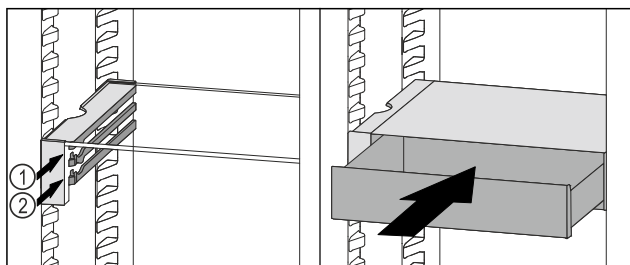

Fig. 105
- ▶ Установите выдвижной ящик VarioSafe за стопоры на требуемый выступ Fig. 105 (1) или Fig. 105 (2).